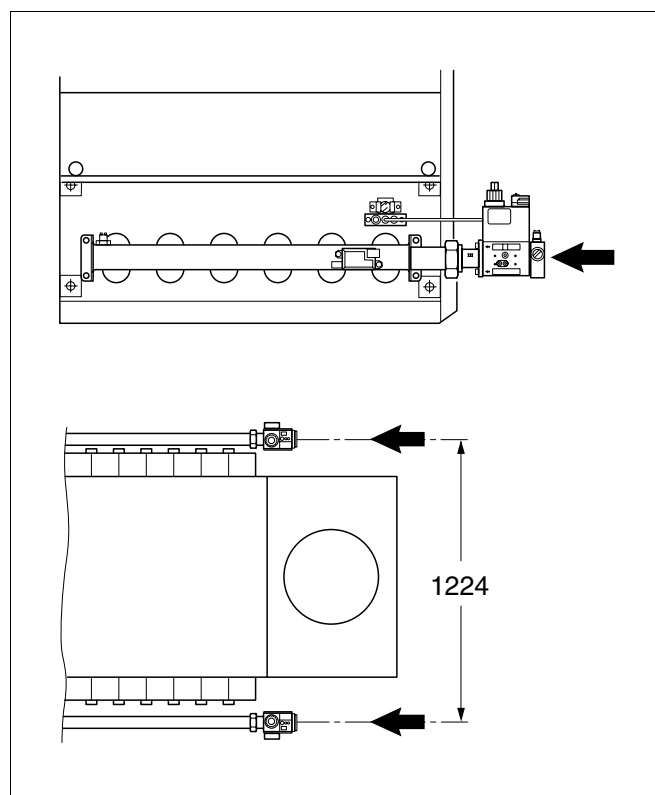

Fig. 42 Racordarea racordului de gaz
- Conductele de gaz se montează fără tensionare de racordul de gaz al cazanului de încălzire (fig. 42).